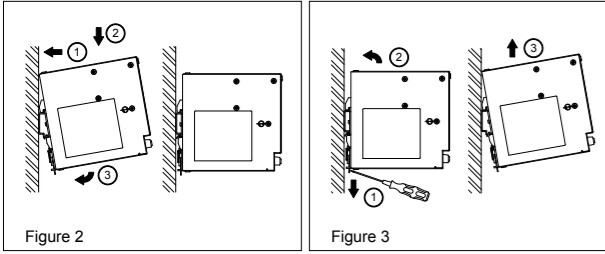

Figure 2
3. Montage und demontage (Abb. 2, Abb. 3)
- Kippen Sie das Gerät leicht nach oben und setzen Sie es auf die DIN-Schiene auf. Einrasten des Geräts in DIN-Schiene, wie in Abb. 2 dargestellt.